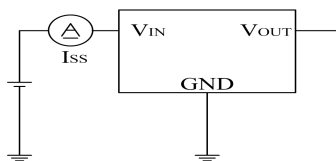

图2
- 3  $I_{\text{SS}}$ :  $V_{\text{IN}}=18\text{V}$  无负载时,图2中电流表的电流值